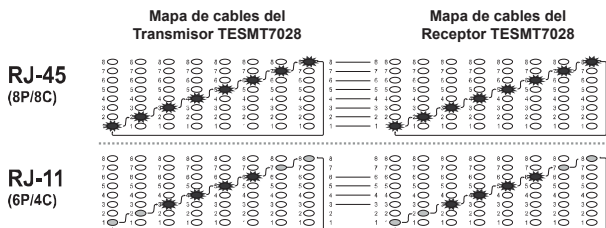

Ilustración 6 Diferentes mapas de cables de los conectores
3. Diferentes conectores generan diferentes LED e indicaciones sonoras, como se muestra en la Ilustración 6.